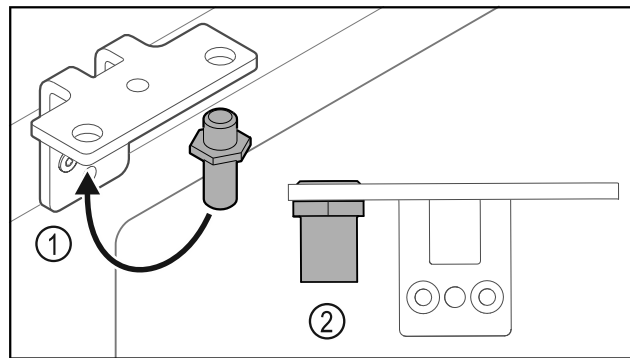

Fig. 30
- Ktheni bulonin Fig. 30 (1) në profilin e menteshës në anën tjetër.
- Shtërngoni bulonin Fig. 30 (2) me **momentin e rrotullimit prej 12 Nm**.